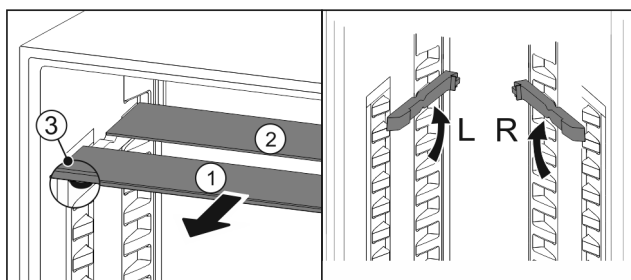

Fig. 117
- ▶ Trekk glassplatene enkeltvis fremover og ut *Fig. 117 (1)*.
- ▷ Glassplate *Fig. 117 (1)* med pyntelist ligger foran.
- ▷ Stoppere *Fig. 117 (3)* peker nedover.